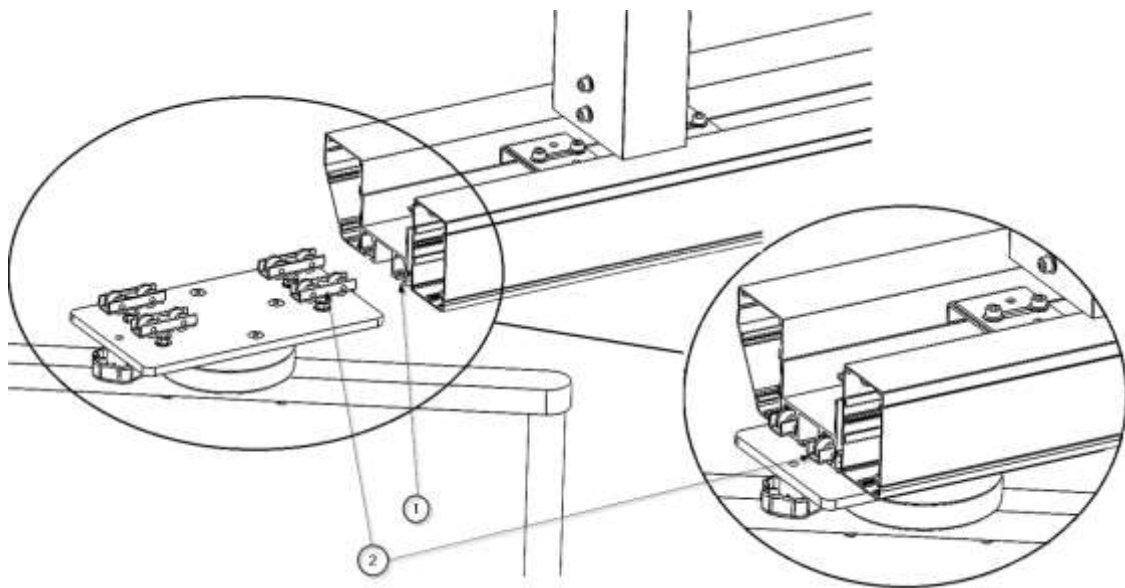

Abb. 12 Montage des Elementträgers
- Führen Sie den Elementwagen ein, sodass die Lager ② auf der Führung in der Mitte des Hauptkörpers ① aufliegen, wie in Abbildung 12 dargestellt.
Der elektrische Anschluss erfolgt immer im Anschlussbereich, der in Abbildung 12 dargestellt ist. Dieser befindet sich am Hauptkörper neben einem der Fallrohre. Alle elektrischen Schläuche sind nummeriert, um den Stromkreis zu kennzeichnen, zu dem sie gehören. Die Farbe des Kabels gibt an, ob es sich um einen Erdungsstecker, einen Neutralleiter oder eine Phase handelt.